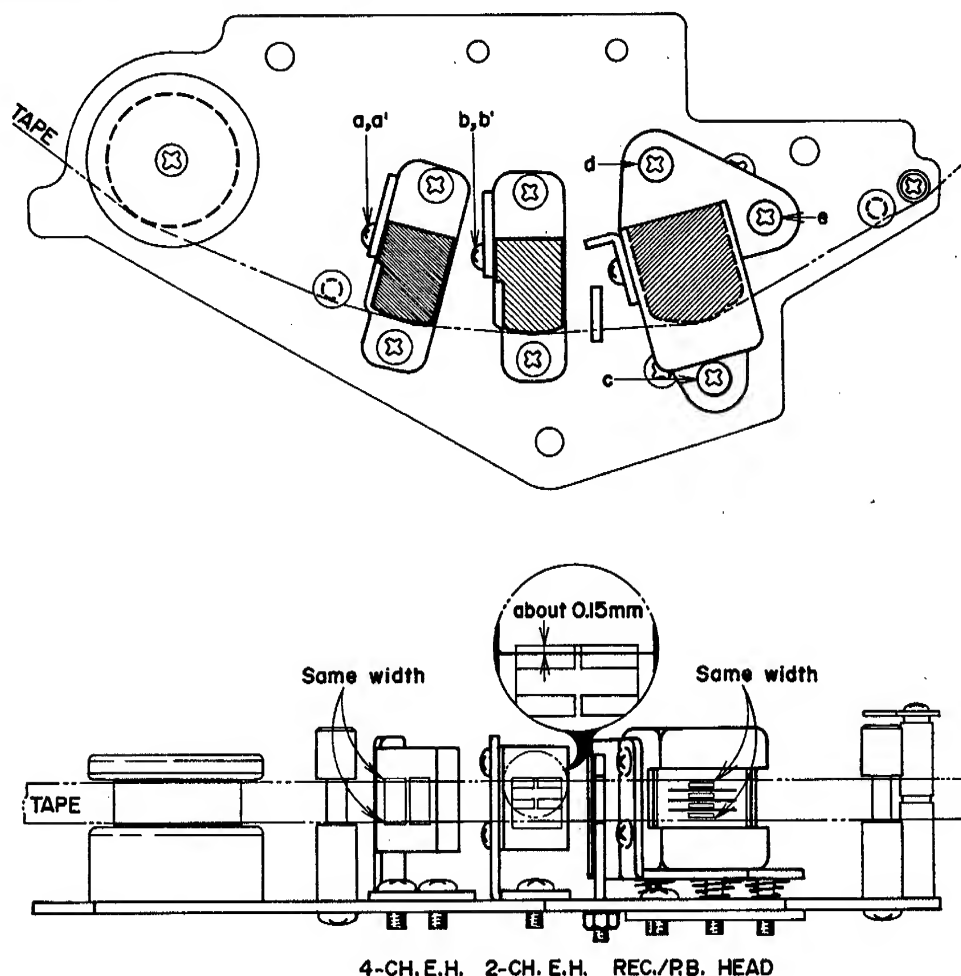

Fig. 18
(See Fig. 18)
2. RECORDING/PLAYBACK HEAD SLANT ADJUSTMENT (See Fig. 18)
3. RECORDING/PLAYBACK HEAD AZIMUTH ALIGNMENT ADJUSTMENT (See Fig. 18)